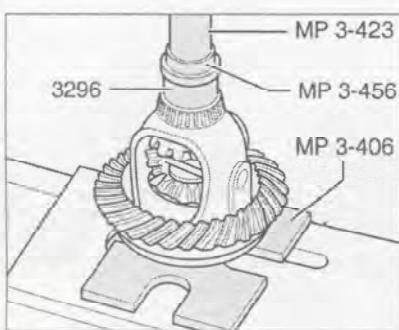

Рис. 7.137. Установка внутренней обоймы роликоподшипника в картере.
4. Запрессуйте внутреннюю обойму правого роликоподшипника с помощью специального инструмента (рис. 7.137). Перед установкой нагрейте подшипник до температуры 100°C.